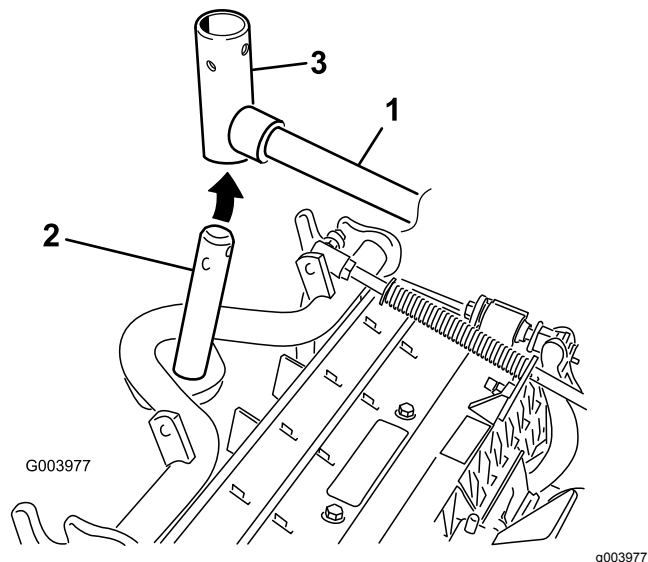

Bild 11
8. Frontschneideinheiten: Schieben Sie eine Schneideinheit unter den Hubarm und schieben Sie gleichzeitig die Trägerrahmenwelle in das Gelenkloch des Hubarms (**Bild 11**).
- B. Setzen Sie das Hubarmjoch in die Trägerschienenwelle ein (Bild 11).